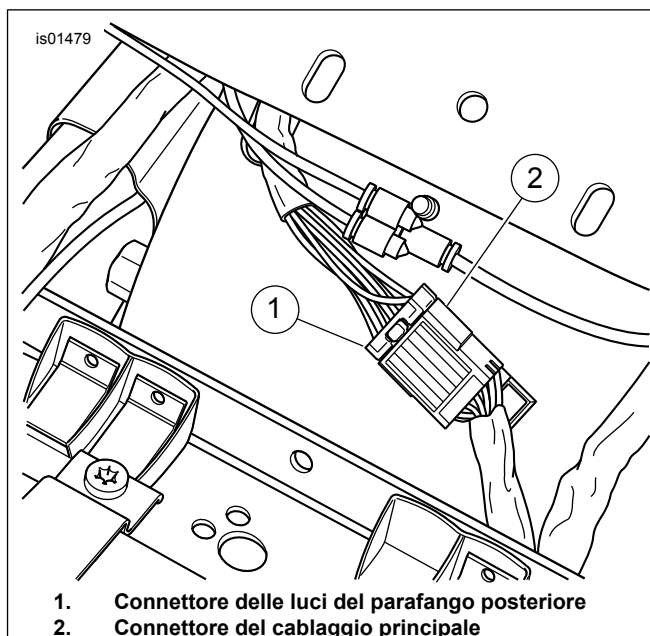

Figura 1. Connettore tipico della luce posteriore del parafrangente (illustrato FLHTC)
1. Vedere Figura 1. Individuare il cablaggio posteriore che fuoriesce dal parafrangente nell'area sotto la sella. Scollegare il connettore del cablaggio del parafrangente posteriore (1) dal connettore del cablaggio principale (2).